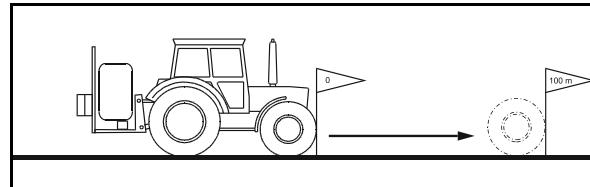

Fig. 31
- 2 Merk målestrekningens begynnelse og slutt (Fig. 31).